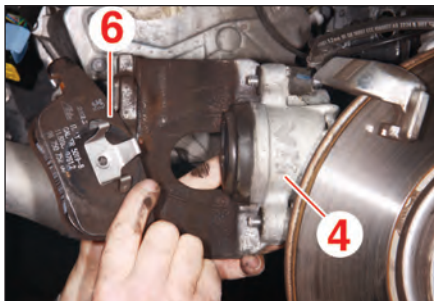

FIG.6
- la plaquette de frein intérieure (6) de l'étrier (4) (Fig.6).